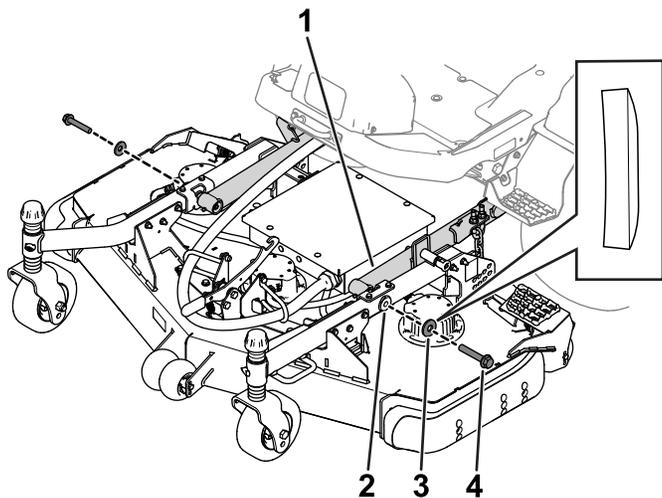

Figure 3
4. Utilisez 2 boulons à tête hexagonale et 2 rondelles pour fixer les bras des roues pivotantes aux bras de levage (Figure 3).
Veillez à positionner les rondelles avec la face convexe adjacente à la tête du boulon (Figure 3).